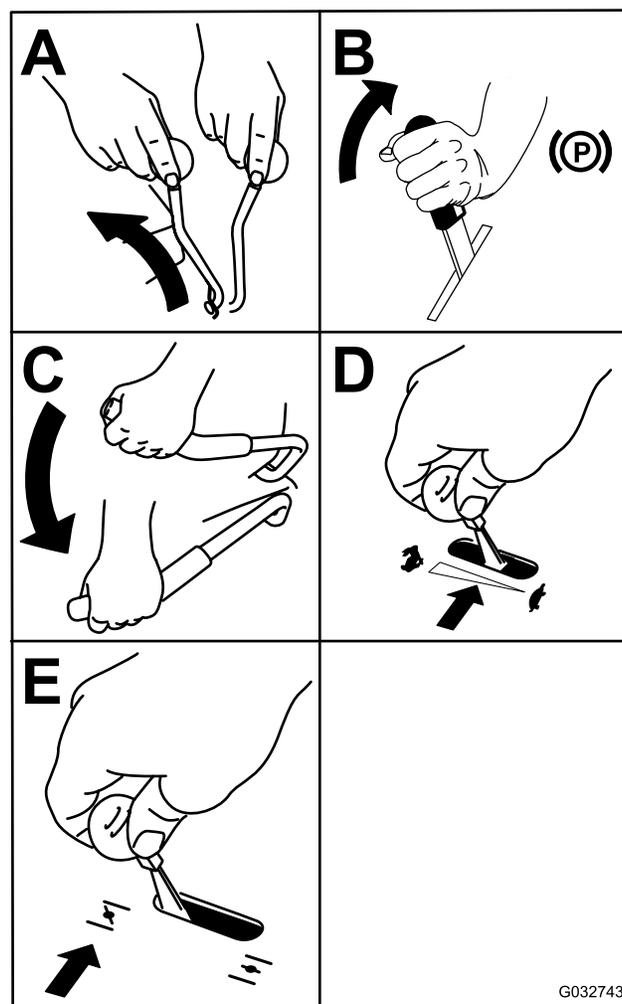

Рисунок 23
3. Переведите рычаг WOM в положение ВЫКЛ (Рисунок 23).
6. Поверните ключ в положение Пуск (Рисунок 23). После запуска двигателя отпустите ключ.